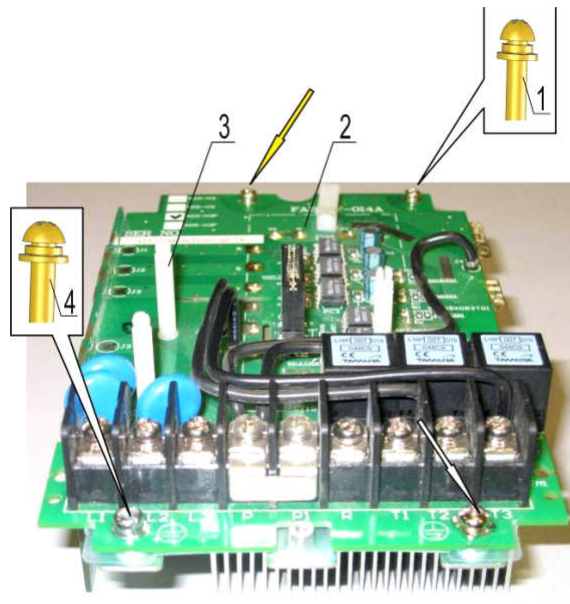

Рис. 7.5.
7.2.4. Установить плату драйверов (2), совместив отверстия платы с резьбовыми отверстиями стоек (1) и (5) (рис. 7.5) и выводами матрицы IGBT.
7.2.5. Закрепить плату драйверов (2), вкрутив в крепежные отверстия два винта (1) и два винта (4) (рис. 7.5).